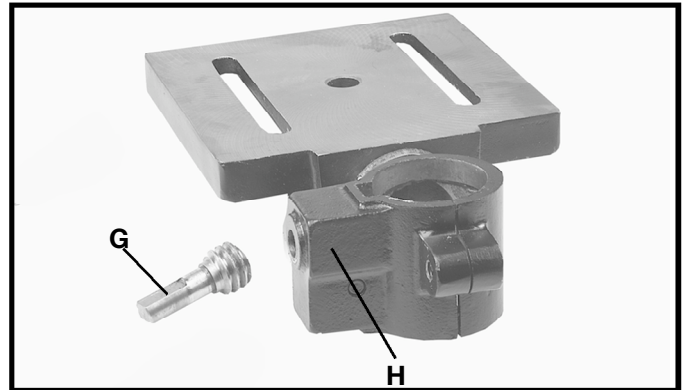

Fig. 4
2. Asegúrese que el tornillo sin fin (G) Figs. 4 y 5, esté en su sitio en el soporte de mesa (H) como se ilustra aquí.